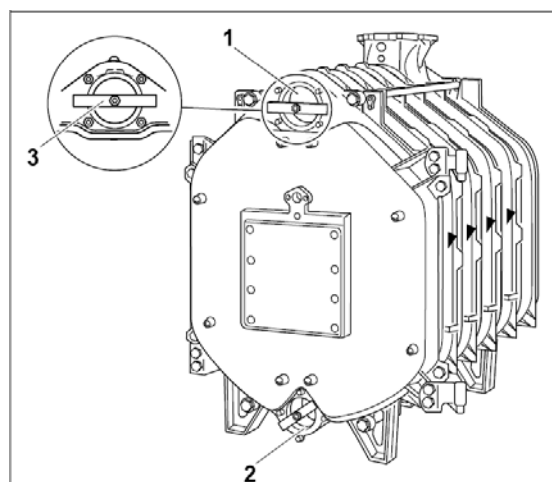

Fig. 19
- När pannan är uppsatt, ska transport-säkringarna (Fig. 19, **pos. 3**) tas bort från den övre och undre nippelgången (Fig. 19, **pos. 1 och 2**).